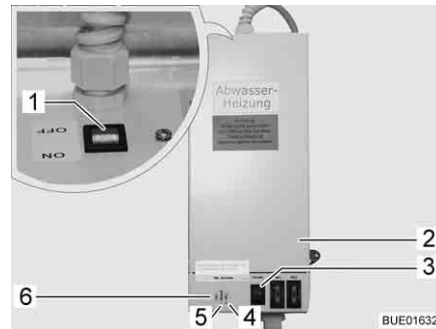

Bild 234 Trafo mit Regelgerät
Der Trafo 230 V AC/12 V DC (Bild 234,2) ist je nach Modell im Kleiderschrank oder in der Truhe der Sitzgruppe eingebaut.
- Kontroll-Leuchte (Bild 234,5) leuchtet grün: Regler in Betrieb.
- Kontroll-Leuchten (Bild 234,4 und 6) leuchten rot: Abwasserleitungen werden erwärmt.
In das Gehäuse ist ein Prüftaster (Bild 234,3) integriert, mit dem das Regelgerät kurzzeitig in Betrieb genommen werden kann. Durch Drücken des Prüftasters lässt sich die Funktion der Erwärmung testen, auch wenn die Umgebungstemperatur über 5 °C liegt.
- Schalter (Bild 234,1) am Trafo (Bild 234,2) auf "ON" stellen.
- Schalter (Bild 234,1) am Trafo (Bild 234,2) auf "OFF" stellen.